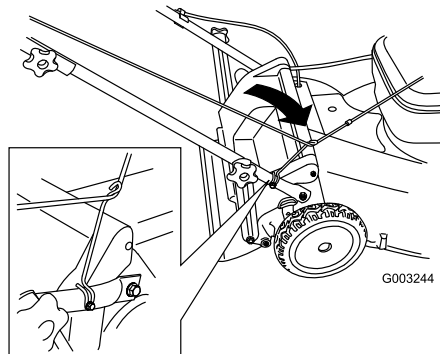

Figure 36
3. Faites passer le câble du lanceur autour du guide inférieur (Figure 36).